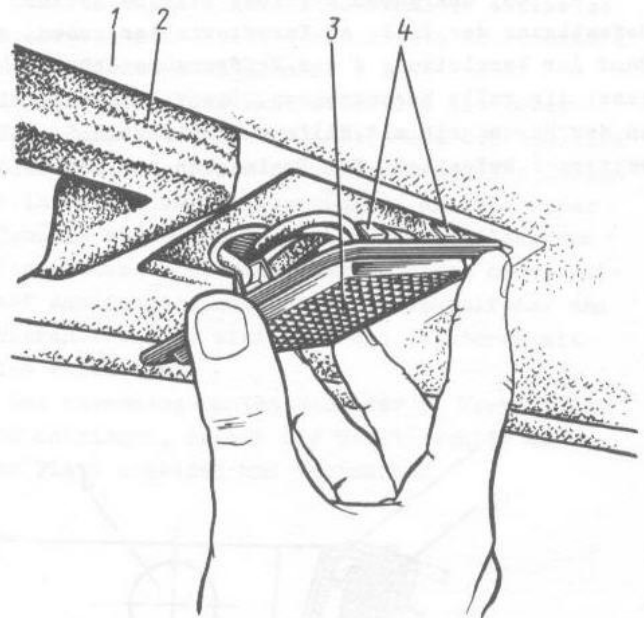

Bild 8-28. Abmontieren der Innenleuchte:
- Innenleuchten abmontieren (Bild 8-28 und 8-29);